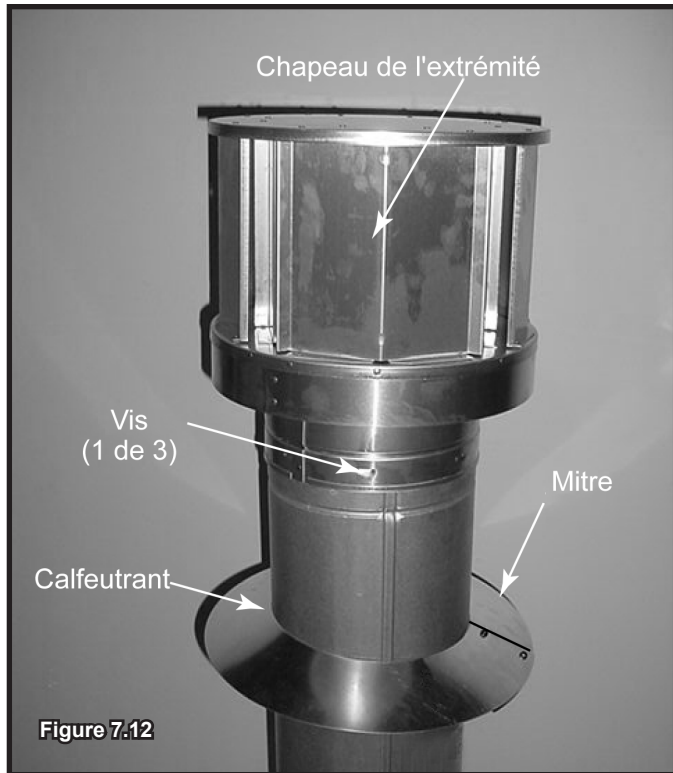

Figure 7.12
- Appliquez du calfeutrant autour de la partie supérieure de la mitre. Voir la figure 7.12.
- Fixez le chapeau de l'extrémité en introduisant les trois vis autotaraudeuses (fournies) dans les trous de guidage du col extérieur, jusqu'à l'extérieur de la cheminée du conduit. Voir la figure 7.12.